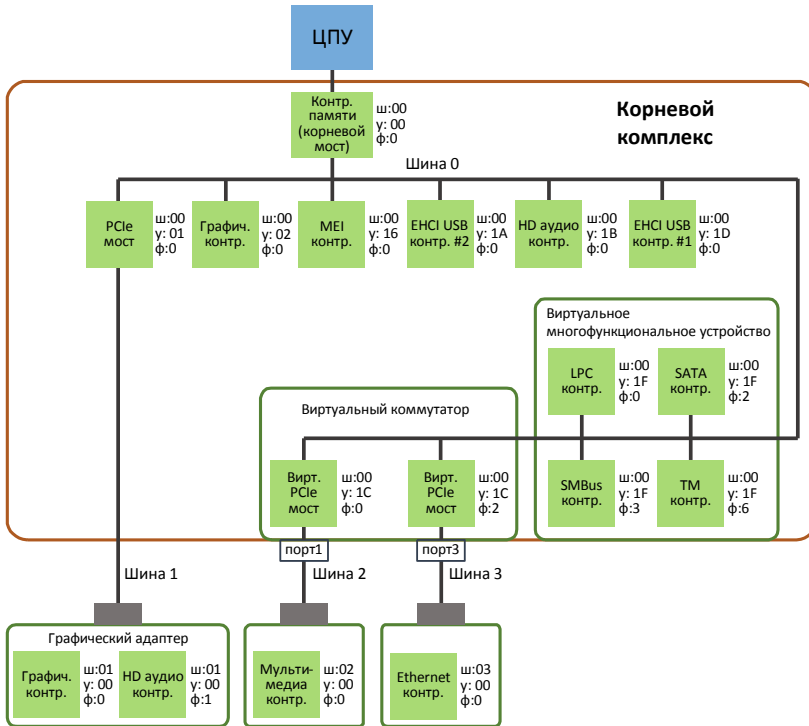

Рис. 2.1 – Топология системной платы ASRock H61M-DSG с процессором Intel Core i5-2400 и двумя внешними устройствами
Пример логической топологии интерфейса PCIe показана на рис. 2.1. Вершиной иерархией PCIe является процессор. Интерфейс между процессором и шинами PCIe может содержать несколько компонентов (процессорную шину, шину памяти и т.д.) и даже несколько микросхем. В совокупности эта группа называется **Корневым комплексом (Root Complex)**. Он находится на вершине дерева PCI и действует от имени процессора для связи с остальной системой. Как пра-
В рассматриваемом примере топологии системной платы (рис. 2.1) большая часть устройств интегрирована в корневой комплекс, при этом в системе существуют два графических контроллера (один интегрирован в процессор, другой реализован в виде дискретного адаптера). У корневого комплекса задействованы два порта: один из которых для мультимедиа контроллера, подключаемого по средствам карты расширения, другой для Ethernet контроллера, установленного на системной плате.
4.1. Ознакомится с программой TeleScan PE. Определить конфигурацию ПК с шиной PCIe с помощью данной программы. Составить топологию (схему) подключения к процессору компонентов ПК, использующих шину PCIe (пример такой схему показан на рис. 2.1).